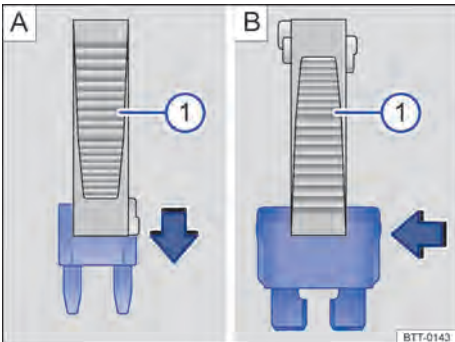

Fig. 148 Quitar o instalar un fusible con la garra de la pinza de plástico 1.
- De ser necesario, retirar la pinza de plástico → fig. 148 1 de la cubierta de la caja de fusibles.
- En caso de *fusibles pequeños*, encajar la garra 1 por encima → fig. 148 A.
- En caso de *fusibles mayores*, empujar la garra 1 lateralmente sobre el fusible → fig. 148 B.